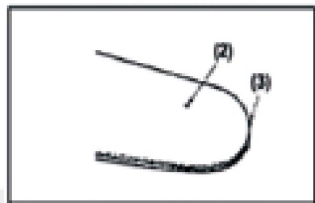

Рис. 14
Смажьте носовое цепное колесо из порта подачи на конце шины (см. Рис.14).
- (1)- Масляный порт на шине
- (2)- Порт для смазки цепного колеса
- (3)- Цепное колесо
7.3 Цепное колесо (Рис. 14).